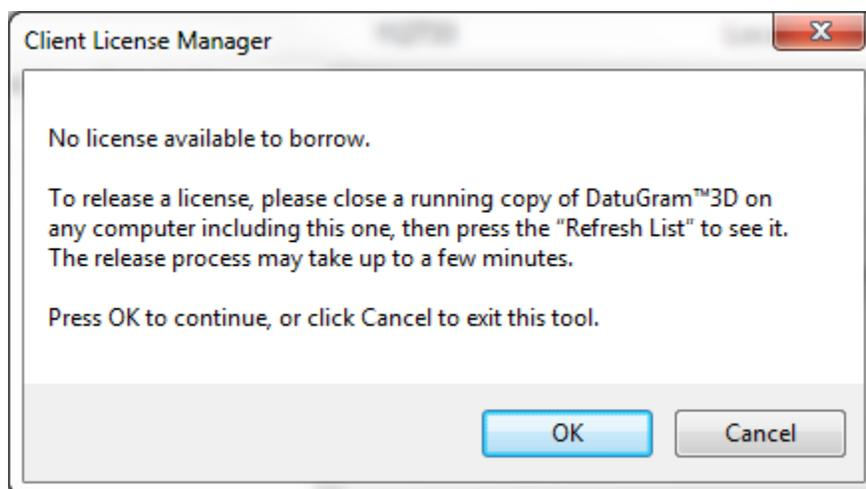

图 121: 无可用许可证
2. 如果没有可用的许可证（图 121），在一台运行的计算机上注销 DatuSurvey™ 应用程序以释放许可证。